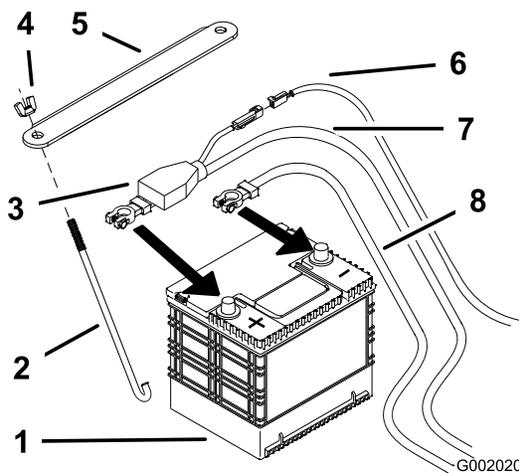

Figure 50
4. Commencez par débrancher le câble négatif de la batterie de la borne négative (-) de la batterie (Figure 50).
5. Ôtez le capuchon rouge de la borne positive (rouge) de la batterie. Débranchez ensuite le câble positif (rouge) de la batterie (Figure 50).
1. Placez la batterie dans son support en tournant les bornes à l'opposé du réservoir hydraulique (Figure 50).
4. Fixez les câbles à l'aide de 2 boulons (1/4 x 3/4"), 2 rondelles (1/4") et 2 contre-écrous (1/4") (Figure 50).
6. Fixez la batterie en position avec des boulons en J, une barrette de maintien et 2 rondelles (1/4 po), ainsi que 2 écrous à oreilles (1/4 po) (Figure 50).